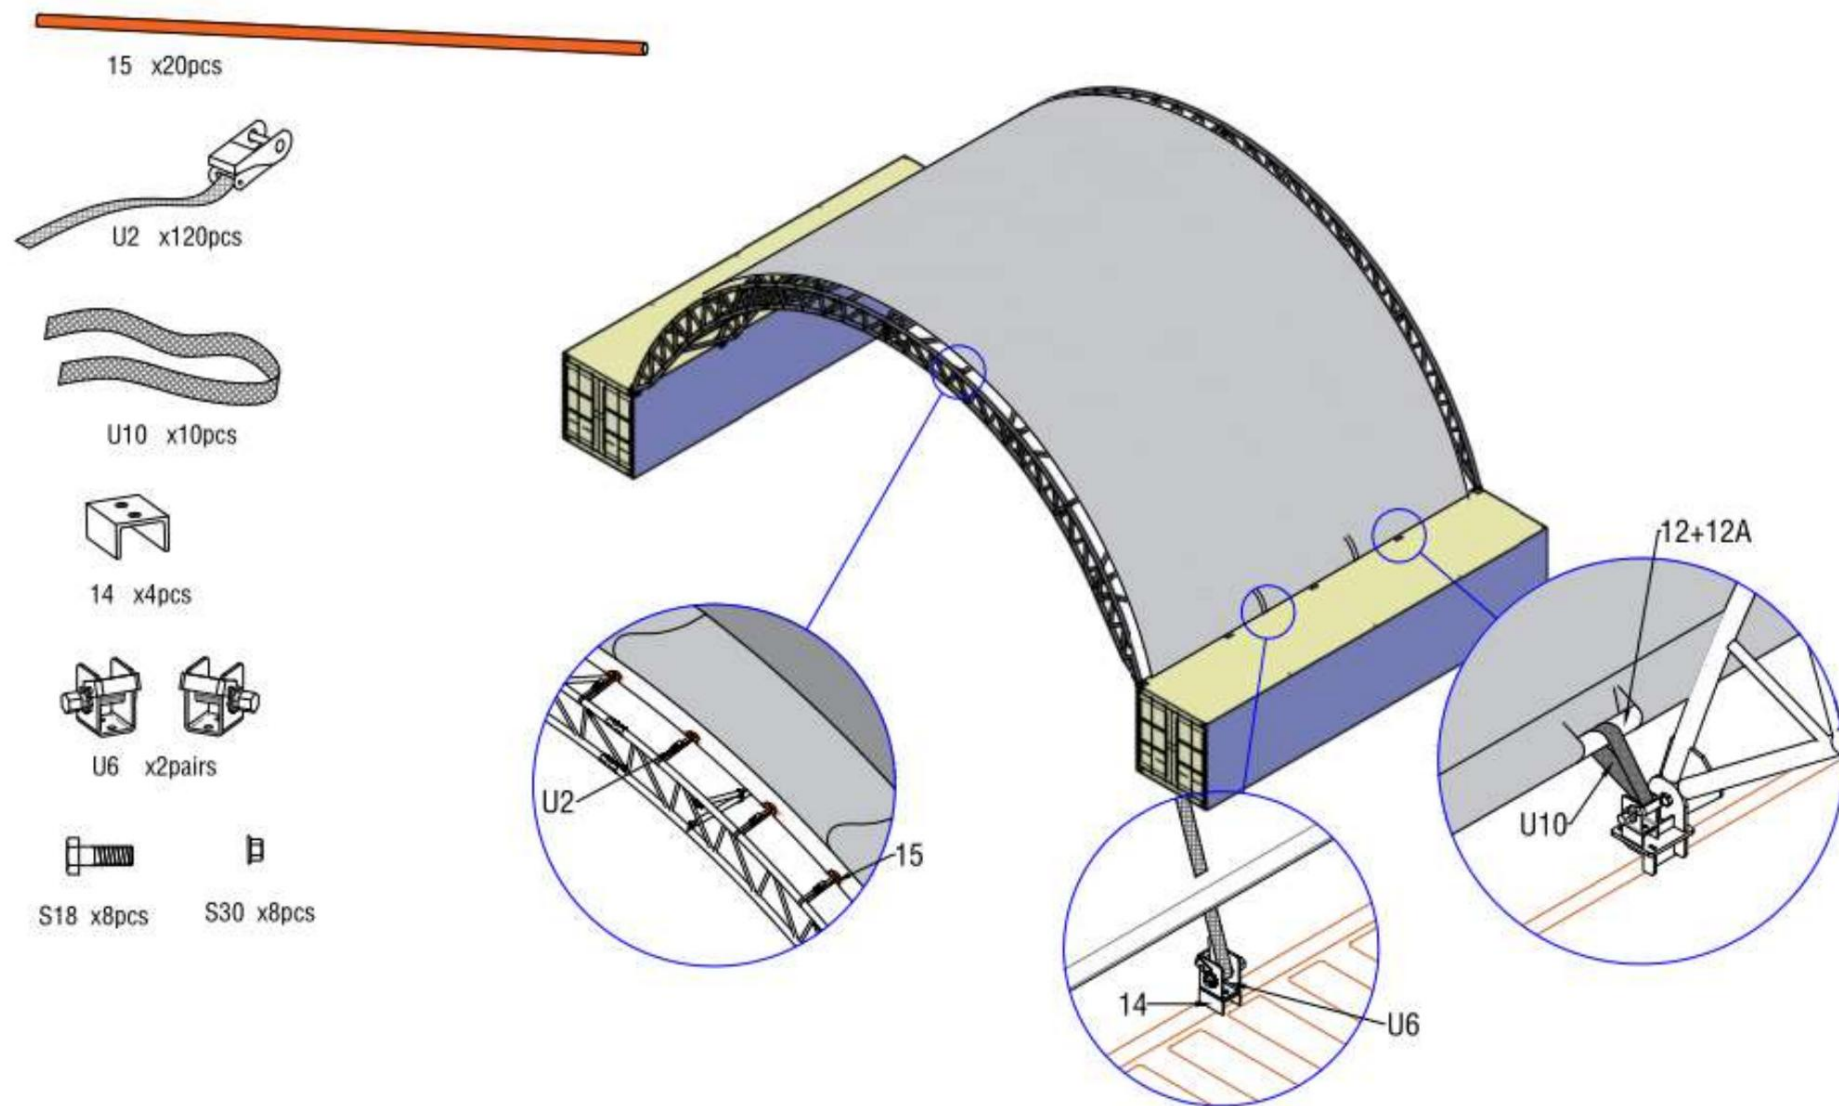

Figure 11
4. Insérez le tube PPR (pièce n° 15) dans l'extrémité de la bâche de toit à l'aide d'une petite clé à cliquet et de sangles (pièce n° U2), en les fixant à l'arc comme indiqué sur la figure 11. Découpez ensuite la poche inférieure de la bâche de tension en fonction de l'emplacement de la plaque de base (attention au sens de coupe : la découpe doit être perpendiculaire à la poche). Insérez les sangles en nylon (pièce n° U10) dans le treuil, actionnez le treuil de serrage à cliquet d'avant en arrière, puis tendez la bâche de toit. Le serrage doit être correct, sans être excessif.